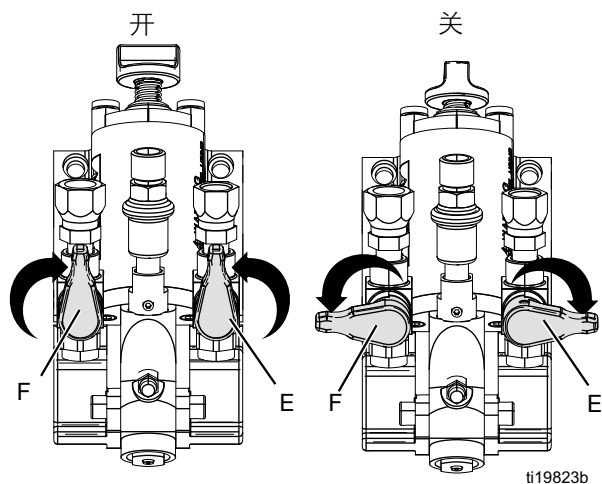

图 5 截止阀
- 关闭材料截止阀。参见图 5。
5. 关闭材料截止阀 (E, F)。参见图 5。